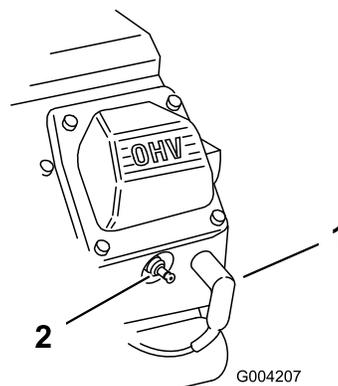

Figure 49
- Débranchez les bougies (Figure 49).
3. Rebranchez les bougies (Figure 49).